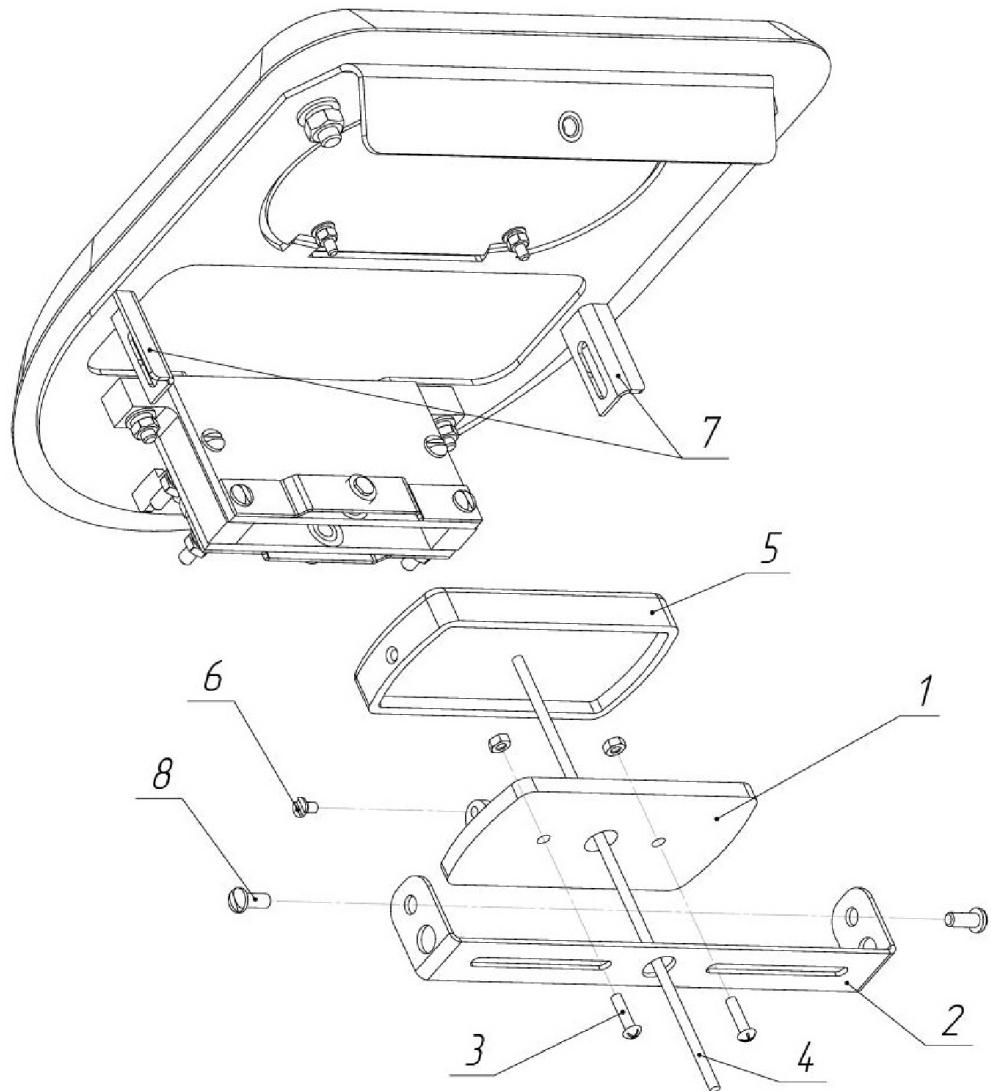
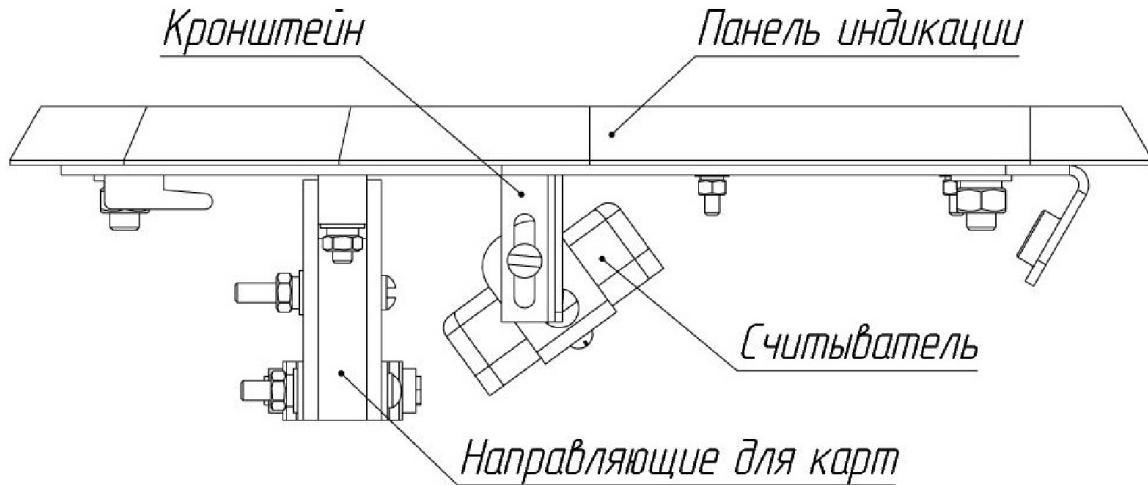

Рис. 6. Схема установки считывателя бесконтактных карт
Рис. 7. Рекомендуемый вариант установки считывателя бесконтактных карт
5.3. Выкрутите 2 винта M4 (8, рис. 6) и снимите универсальный кронштейн для считывателей (2, рис. 6).
5.4. Разберите считыватель, выкрутив винт M3 (6, рис. 6), и установите его нижнюю часть (1, рис.6) на кронштейн, используя крепеж : два винта M4 с гайкой, гровер- шайбой и шайбой (3, рис. 6).
5.5. Заведите кабель считывателя (4, рис.6) в отверстие кронштейна, установите верхнюю часть считывателя (5, рис.6). Закрутите винт M3 (6, рис. 6).
5.6. Зафиксируйте кронштейн на держателях (7, рис.6), используя винты M4 (8, рис.6). Рекомендуется устанавливать считыватель под углом 40...50° к направляющим для карт (рис. 7). В этом случае гостевые и постоянные карты будут считываться одинаково хорошо.